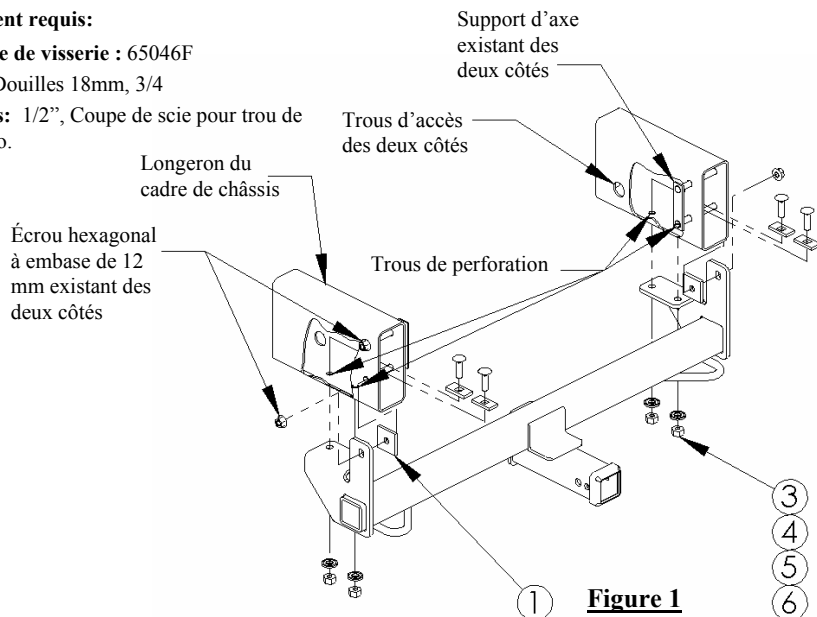
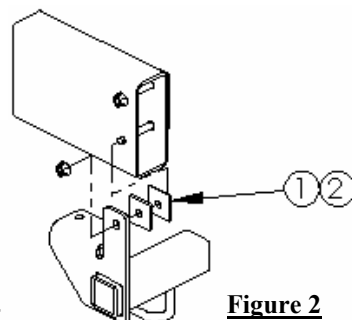

Figure 1
Figure 2
①	Qty. (2)	Spacer, 2" x 2" x 1/4"	⑤	Qty. (4)	Conical Washer, 1/2"
②	Qty. (2)	Spacer, 1.88" sq. x .179"	⑥	Qty. (4)	Hex Nut, 1/2"
③	Qty. (4)	Carriage Bolt, 1/2" X 1-1/2"	⑦	Qty. (2)	Pull Wire
④	Qty. (4)	Spacer, 1" x 2" x 1/4"
- Support the front bumper during this operation. Loosen four 12mm hex nuts, two on each side, holding the bolt brackets onto the frame as shown in **Figure 1**. Remove the bottom nuts completely and back out bolt brackets without completely removing them.
- Place spacers (1) over lower bolts on bolt brackets on each side of the frame and raise the hitch into position as shown in **Figure 1**. In the case where the vehicle does not have tow loops, use the optional spacers (2) as shown in **Figure 2**.
①	Qté. (2)	Entretoise de 2 po x 2po x 1/4 po	⑤	Qté. (4)	Rondelle conique de 1/2 po
②	Qté. (2)	Entretoise de 1.88 po ² x .179 po	⑥	Qté. (4)	Écrou hexagonal de 1/2 po
③	Qté. (4)	Boulon de carrosserie de 1/2po X 1-1/2po	⑦	Qté. (2)	Fil de traction
④	Qté. (4)	Entretoise de 1po x 2po x 1/4po
1. Soutener le pare-choc avant au cours de l'opération. Desserrer quatre des écrous hexagonaux de 12 mm, deux de chaque côté, en maintenant les supports d'axe sur le cadre, comme illustré à la **Figure 1**. Retirer entièrement les écrous inférieurs et faire sortir les supports d'axe sans les enlever complètement.
2. Placer les entretoises (1) par-dessus les écrous inférieurs sur les supports d'axe de chaque côté du cadre et relever la barre de remorquage en position comme l'illustre la **Figure 1**. Dans le cas où le véhicule n'aurait pas d'anneau de remorquage, utiliser les entretoises en option (2) comme illustré à la **Figure 2**.